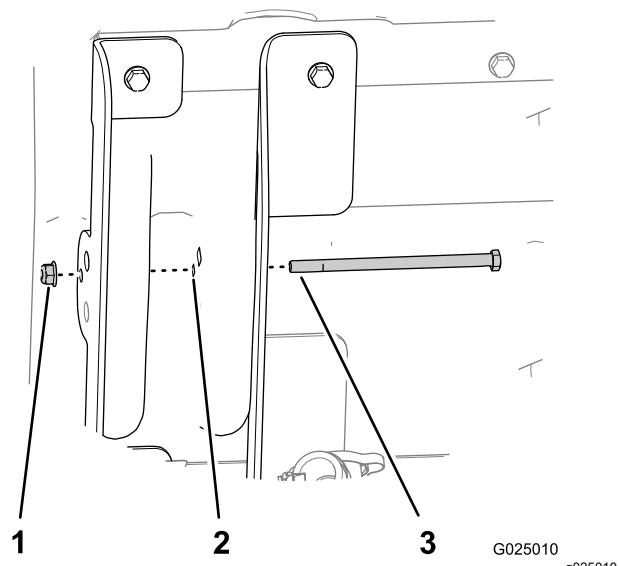

图 6
7. 如 图 6 所示将六角头螺栓 $5/16 \times 5\frac{1}{2}$  英寸通过 8mm $5/16$  英寸的孔插入内侧升降支架长法兰、货斗架构和外侧货斗升降支架短法兰中。
8. 用凸缘螺母 $5/16$  英寸固定螺栓并用手拧紧 图 6。
- 拧紧固定螺栓  $5/16$  英寸的凸缘螺母直到其紧贴在一起图 6。